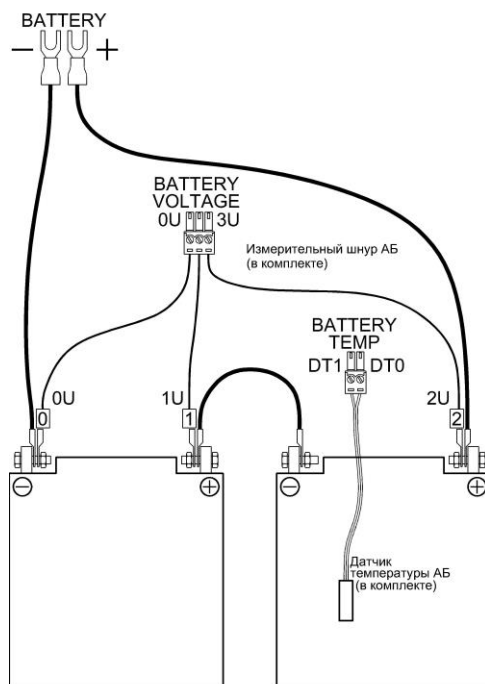

Рис. 7. Подключение АБ.
3. Произвести соединение батареи согласно схемы на рис.7. При подключении использовать провода сечением, не менее рекомендуемых в таблице 5. Соединить плюсовой полюс АБ с плюсом клеммника **BATTERY**, а минусовой полюс АБ с минусом клеммника **BATTERY**.
4. Подключить измерительный шнур контроля напряжения на моноблоках АБ к разъему **BATTERY VOLTAGE**. Наконечники подключить к клеммам АБ согласно рис.7.
6. Датчик температуры закрепить на корпусе одного из моноблоков АБ, разъем подключить к вилке **BATTERY TEMP** на задней панели блока (рис. 7).